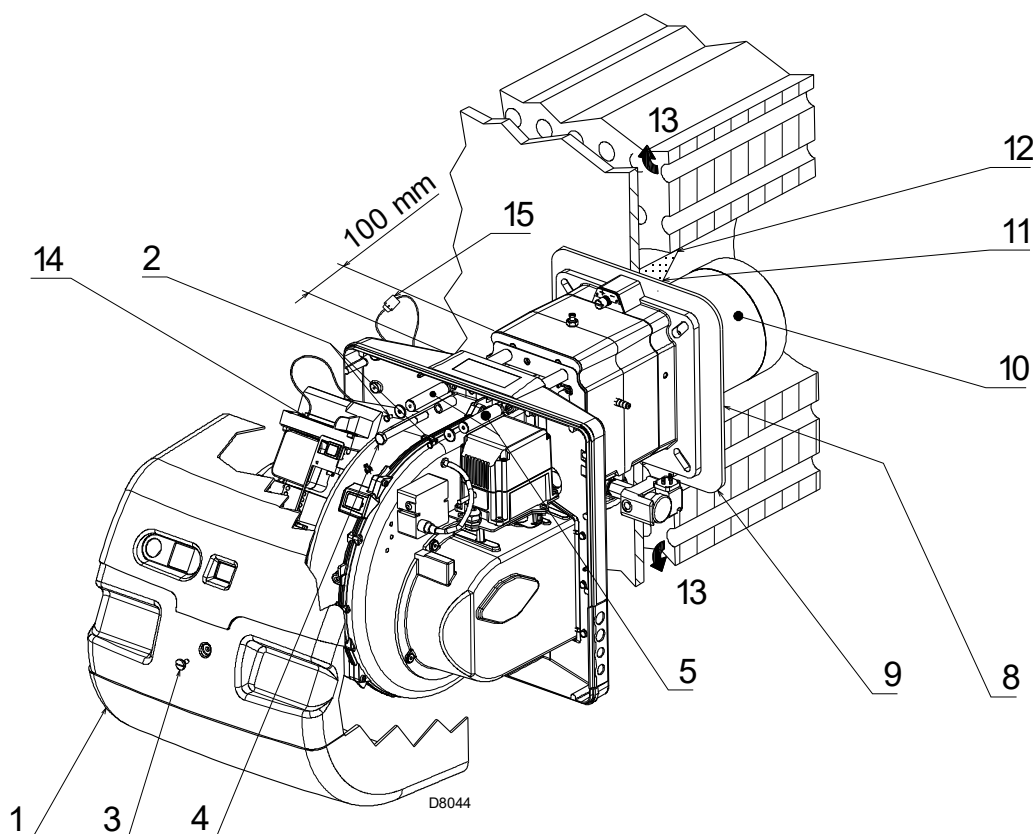
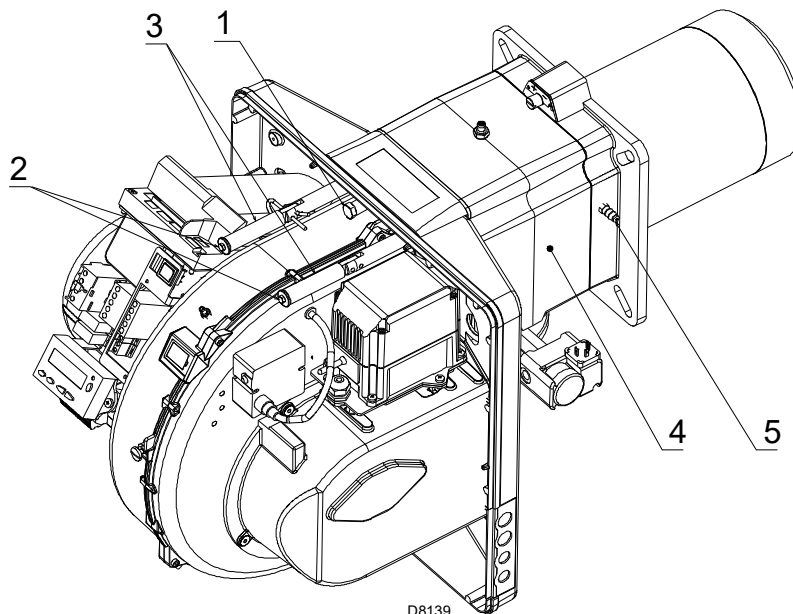

Fig. 17
Fig. 20
Para calderas con paso de humos delantero 13)(Fig. 17), realizar una protección de material refractario 11), entre el material refractario de la caldera 12) y el tubo llama 10). Esta protección debe permitir el desplazamiento del tubo de llama.
Separar el cabezal de combustión del resto del quemador, como en la Fig. 17; proceder de la siguiente manera:
- volver a montar el quemador en las guías 3)(Fig. 20) unos 100 mm del manguito 4) - quemador en la posición que muestra en la Fig. 17 en la pág. 23;
- introducir el cable de la sonda y el cable del electrodo y deslizar el quemador hasta el manguito, hasta que alcance la posición indicada en la Fig. 20;
- conectar el conector macho del servomotor 14)(Fig. 17) y enroscar el pasacable 15);